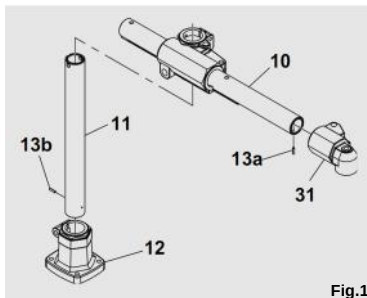
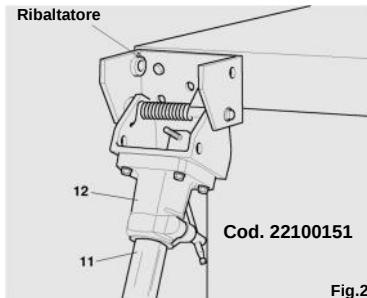

Fig.1
Fig.2
Nel caso in cui il supporto venisse montato su un eventuale **"Ribaltatore"** (vedi fig.2), il sistema di sicurezza **Elastic Pin System**, tramite la spina (13b) (vedi Fig.1) permette al tubo verticale (11) di non sfilarsi dalla base (12), anche se la maniglia non è stata bloccata.
Tale sistema di sicurezza vale anche per il tubo orizzontale (10) (vedi Fig.1), in quanto la spina (13a) permette alla pipa (31) di non sfilarsi dal tubo stesso.